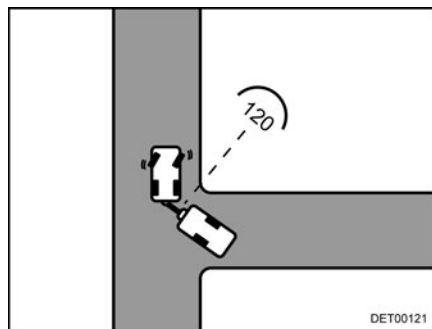

Fig. 13 Recorrido
- Detenerse una vez que se haya alcanzado un ángulo de aprox. 120° entre los vehículos (Fig. 13).